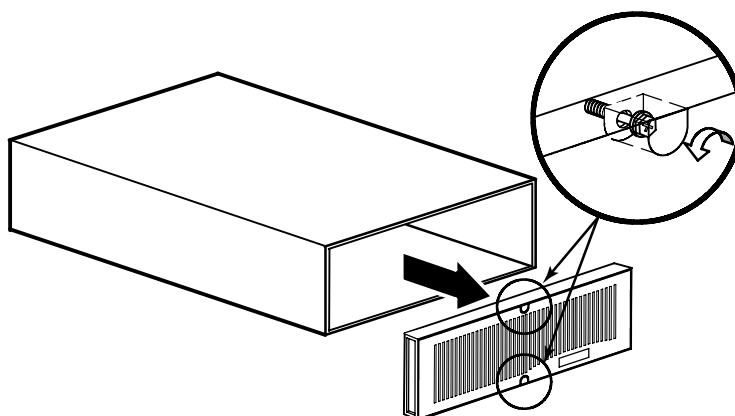

Рисунок 11. Снятие передней крышки ЕВМ
2. Снимите переднюю крышку дополнительного батарейного модуля (см. рис. 11).